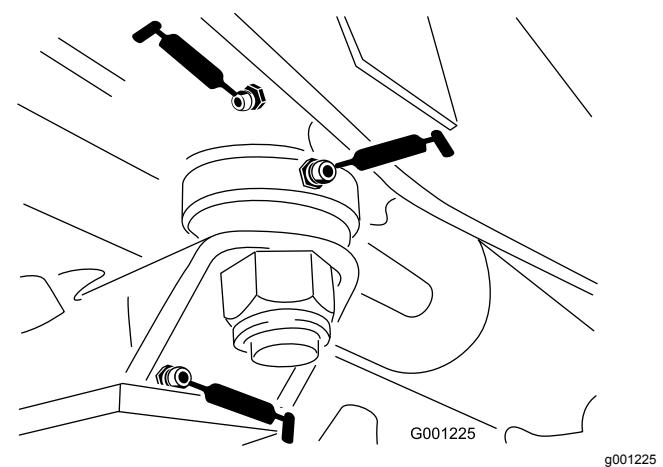

Figura 41
- Casquilhos da placa de direção (Figura 41)
- Casquilho do pino do eixo (Figura 41)